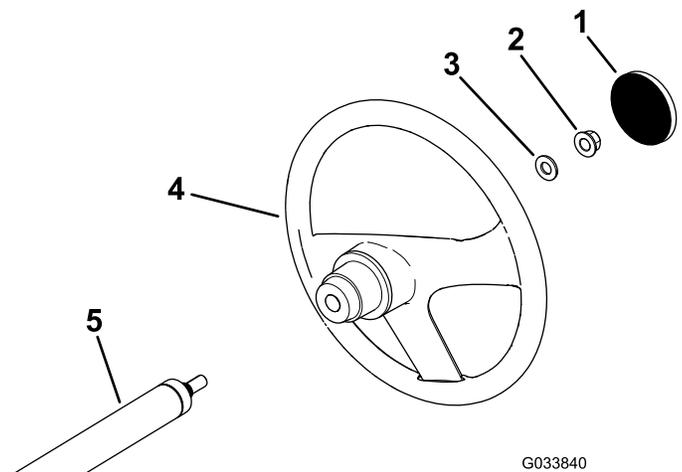

Figura 3
1. Se a tampa estiver instalada, retire a tampa do cubo do volante (Figura 3).
2. Retire a porca de bloqueio (½ pol.) e a anilha do eixo da direita (Figura 3).
3. Encaixe o volante e a anilha (½ pol.) no eixo da direita (Figura 3).
5. Instale a cobertura no volante (Figura 3).